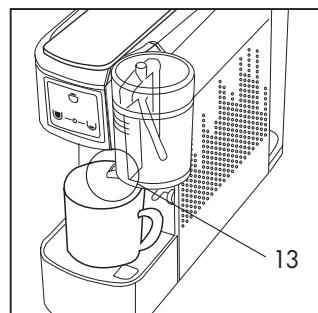

Fig. 12
- Chiudere il supporto (11) e posizionare la tazza direttamente sulla griglia. Controllare che la tramoggia del bicchiere latte (13) sia orientata nella tazza. (Fig. 12)